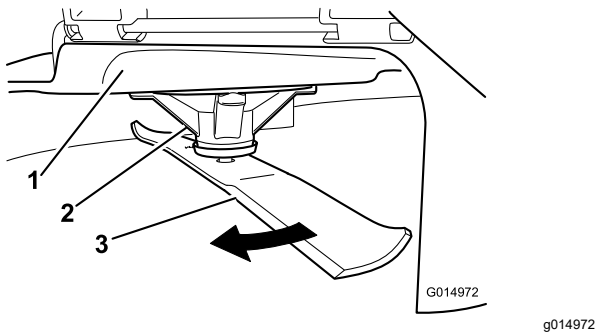

Figura 61
2. Llevando guantes fuertemente acolchados u otro tipo de protección apropiada para las manos, gire la cuchilla lentamente hasta una posición que permita medir la distancia entre el filo de corte y la superficie nivelada en la que descansa la máquina (Figura 61).